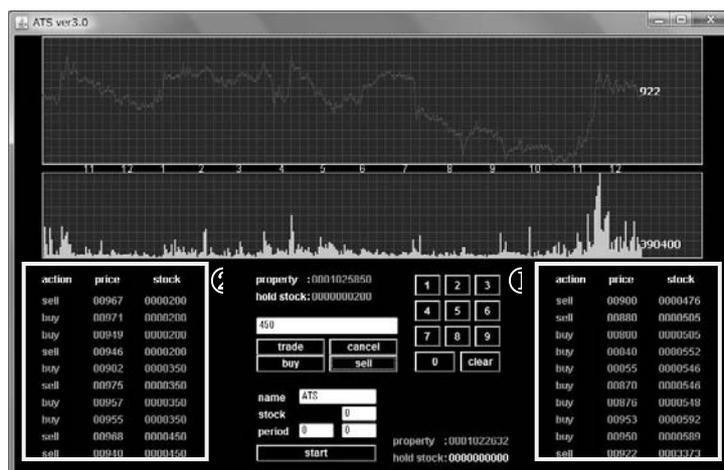

図 1：システム画面
株取引では、人間が行う場合には感情などにより、思いもよらない損失を招くことがある。また、複数の銘柄を取引する場合には複雑化するため、コンピュータによる自動取引システムは有用であると考えられる。そこで、本作品では株価の移動平均、出来高分析、損切りを用いた自動株取引システムを開発した。また、情報技術では情報リテラシーのような教育があるのに対し、金融に関してはそのようなものがないため、金融リテラシーにも利用できるように簡易的に株取引が体験できるようにしている。システムを図 1 に示す。画面上部に株価と出来高が表示され、画面中央のボタンにより、株取引を簡易に行うことができる。また、画面右下①が自動株取引システムの取引履歴、左下②が簡易的な体験による取引履歴である。